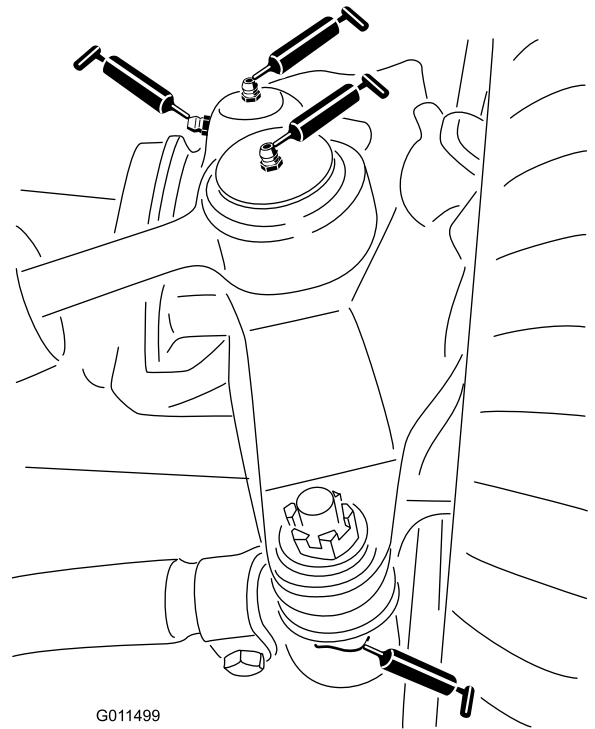

Figura 78
- Rótulas de los cilindros de dirección (2) (Figura 78)
- Rótulas de las barras de acoplamiento (2) (Figura 78)
- Casquillos de los pivotes de dirección (2) (Figura 78).